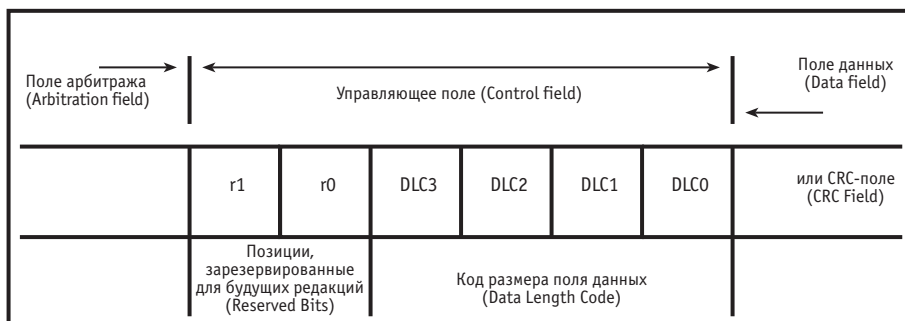

Рис. 4. Управляющее поле фрейма данных
- Управляющее поле Control Field (рис. 4) содержит 6 битов, из которых 4 бита (DLC0-DLC4) составляют поле Data Length Code, показывающее ко-